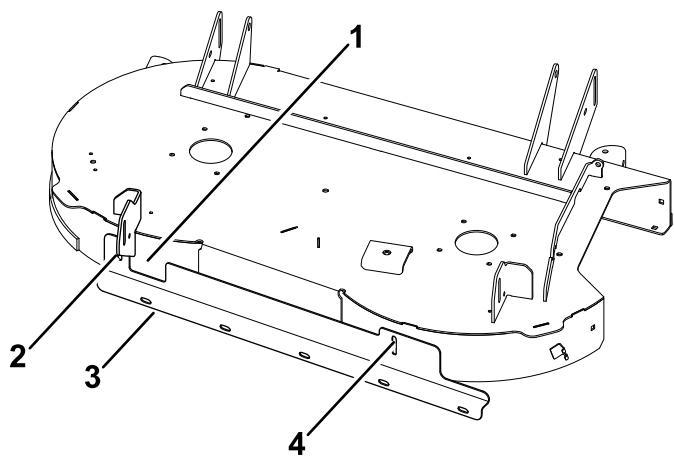

Figure 4
3. Utilisez le support comme gabarit et maintenez-le de niveau, puis marquez et percez un trou dans la courbe du déflecteur droit avec un foret (9/32 po), comme montré à la Figure 4.